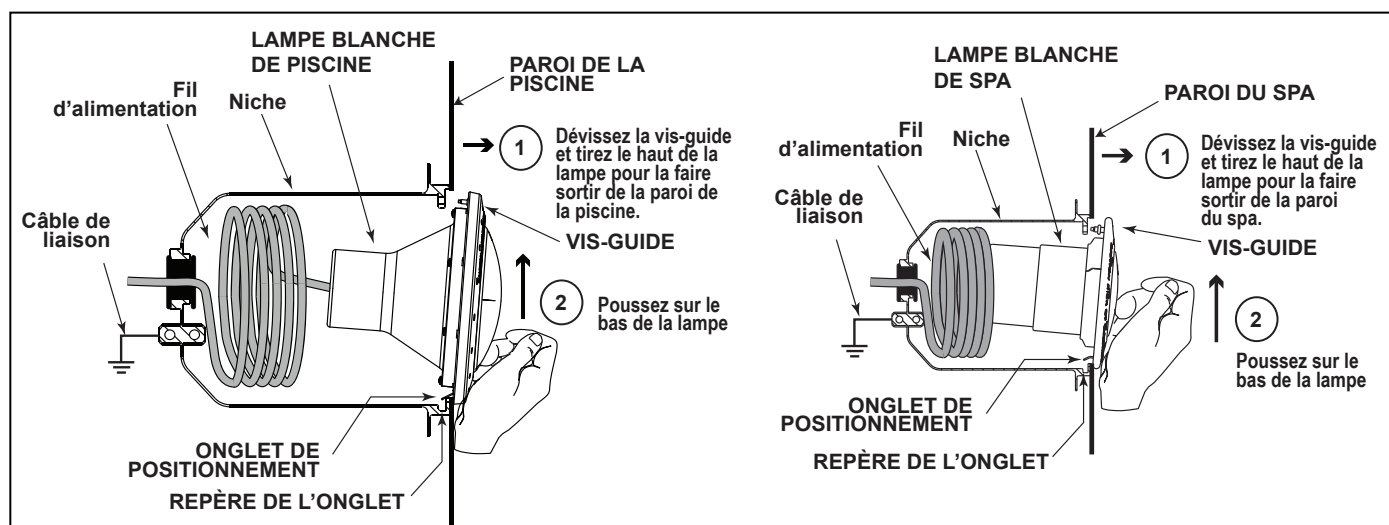

Figure 1. Démontage de la lampe blanche de piscine et de spa pour son remplacement
3. Pour démonter la lampe, dévissez la vis-guide spéciale située sur le haut de la bague avant, sortez la lampe de la niche, et mettez-la sur le bord de la piscine. Il n'est pas nécessaire de vider la piscine ou le spa. Voir la Figure 1.